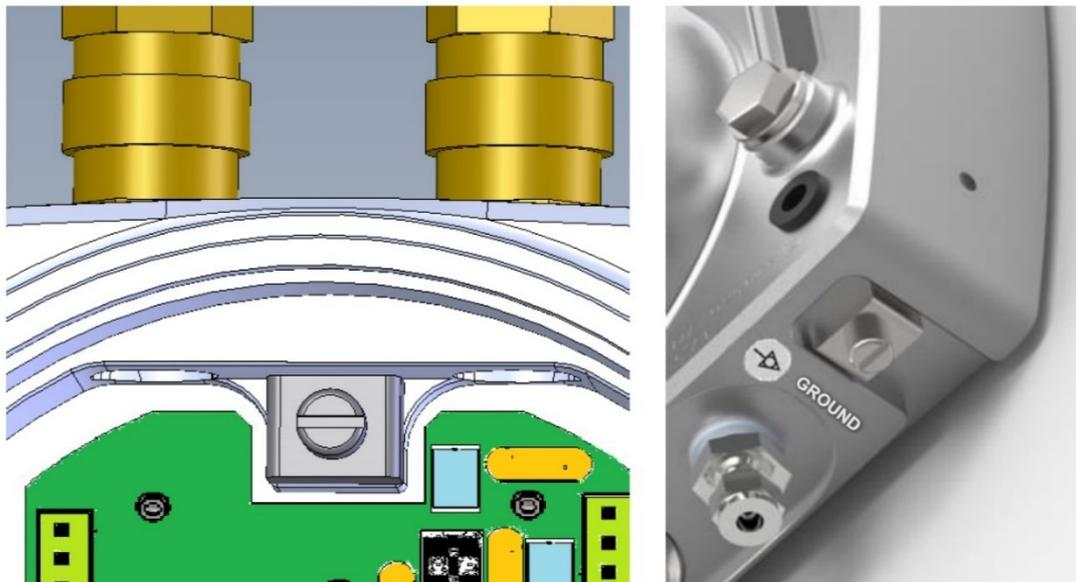

Abb. 5-4: Erdung / Potentialausgleich Anschlussbox (FE) und Gerät außen (PA)
Ein weiterer Funktionserdungspunkt (FE) befinden sich in der Anschlussbox, siehe Abbildung 5.4.